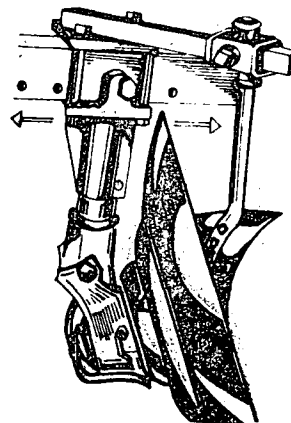

Fig. 3
- c Regule a largura do corte (fig. 3).